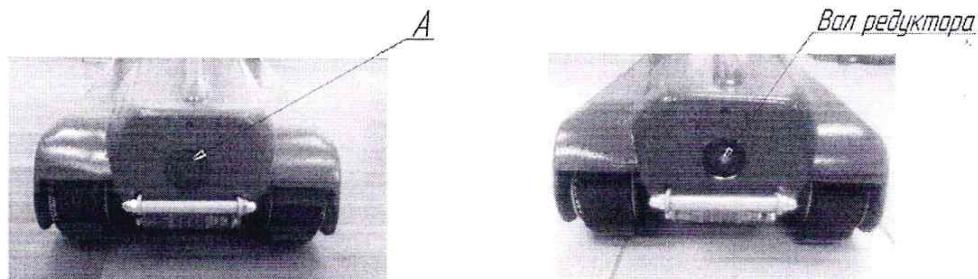

Рис.16. Передняя часть подъемника
- Вынуть пробку «А», находящуюся в передней части подъемника (Рис.16);
- Вставить ключ для аварийного передвижения подъемника на выступающую часть вала редуктора (Рис.16);